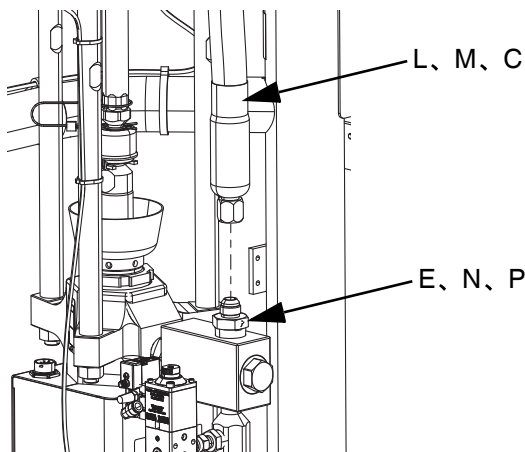

図 18
4. シングル iQ ラム供給システムを利用する場合、供給ホース 1 (C) からラム供給システムに接続し、供給ホース 1 に接続する金具 (E) を取り付けてください。図 1 と図 18 に示されています。
- a. タンデムホース 1 (L) をラム供給ユニット 1 に接続し、タンデムホース 1 (N) に接続する金具と取り付けてください。図 2 と図 18 に示されています。
- b. タンデムホース 2 (M) をラム供給ユニット 2 に接続し、タンデムホース 2 (P) に接続する金具を取り付けてください。図 2 と図 18 に示されています。